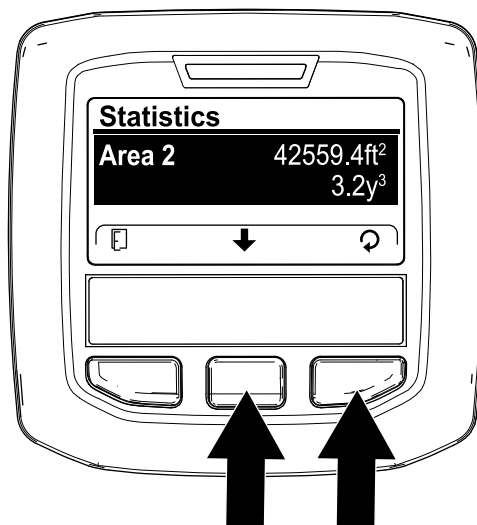

Рисунок 109
3. На экране STATISTICS (СТАТИСТИКА) нажимайте среднюю кнопку инфо-центра, пока не будет выбрана опция AREA 2 (ЗОНА 1) (Рисунок 109).